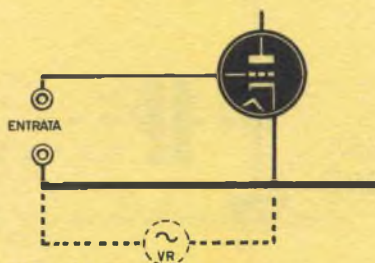

FIG. 5E
La schermatura del solo conduttore di griglia controllo, nel caso di collegamenti di magnetofoni e giradischi, può essere particolarmente dannosa e dar luogo a tensioni di ronzo (VR) come indicato in fig. 5E.